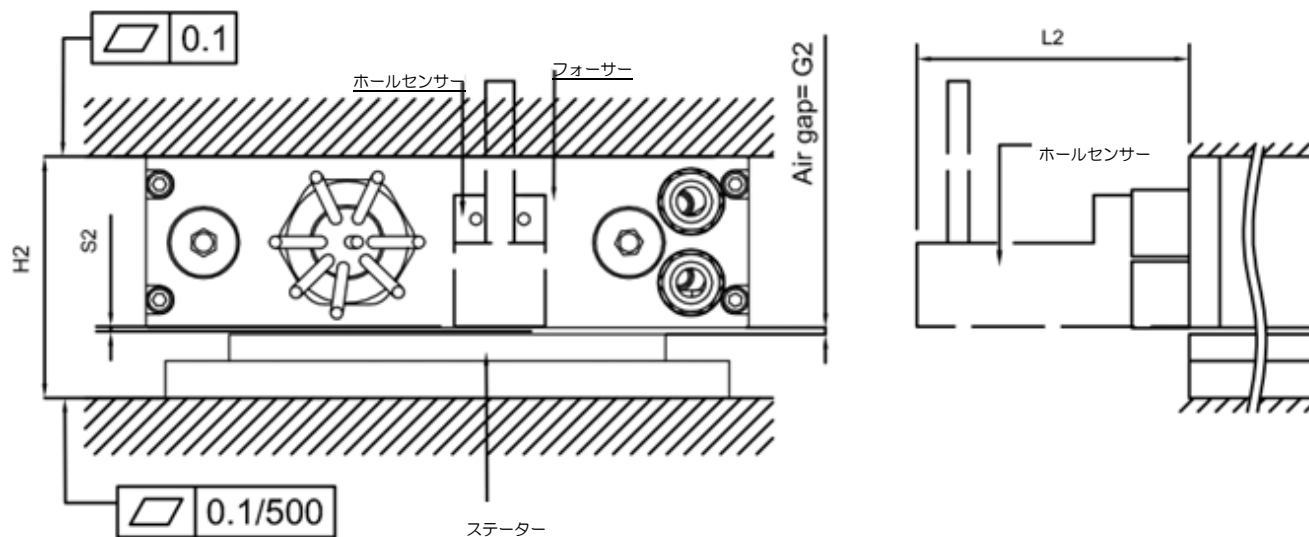

図 3.1.2.2.2 LMFP水冷式リニアモーター組立
- (1) 精密水冷装置の取付寸法は含まれていません。
- (2) 接着剤の幅を測る際、エポキシは温度変化により膨張したり収縮したりするので、下図のように注意してください。
(3) 図 3.1.2.2.1 LMFA水冷リニアモーター組立